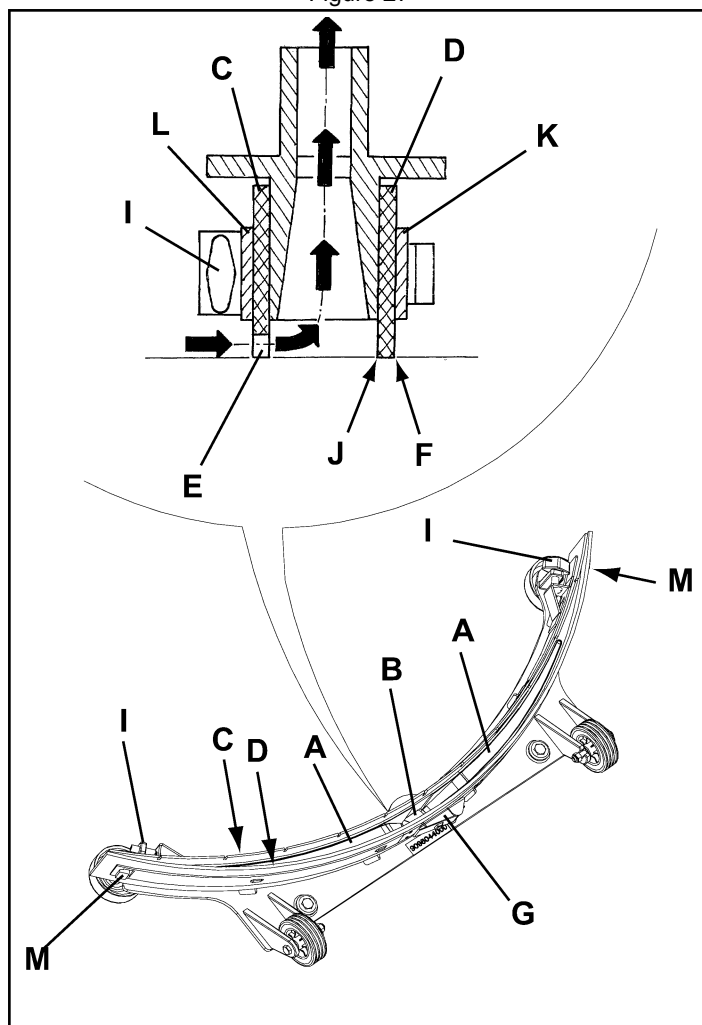

Figure 28
- Contrôler que les bords (E, Fig. 28) de la lamelle en caoutchouc avant (C) et les bords (F) de la lamelle en caoutchouc arrière (D) se posent simultanément sur le marbre de contrôle, et en toute leur longueur ; dans le cas contraire, régler leur hauteur en procédant comme suit :
- Dégager le tirant (G), décrocher les dispositifs de retenue (M) et régler la lamelle en caoutchouc arrière (D), puis accrocher les dispositifs de retenue (M) et engager le tirant (G).
- Desserrer les boutons (I) et régler la lamelle en caoutchouc avant (C), puis serrer les boutons.
- Contrôler que la lamelle en caoutchouc avant (C) et la lamelle en caoutchouc arrière (D) sont intactes et qu'elles ne présentent pas de coupures ou déchirures ; dans le cas contraire, les remplacer en procédant comme suit. Contrôler aussi que l'arête avant (J) de la lamelle en caoutchouc arrière (D) n'est pas usée ; dans le cas contraire, renverser la lamelle, en remplaçant l'arête usée avec l'arête qui est encore intacte. Si toutes les arêtes sont usées, remplacer la lamelle en caoutchouc en procédant comme suit :
- Dégager le tirant (G), décrocher les dispositifs de retenue (M), déposer la bande de retenue (K) et remplacer / tourner la lamelle en caoutchouc arrière (D). Pour la repose, procéder dans l'ordre inverse de la dépose.
- Dévisser les boutons (I) et déposer la bande de retenue (L), puis remplacer la lamelle en caoutchouc avant (C). Pour la repose, procéder dans l'ordre inverse de la dépose.